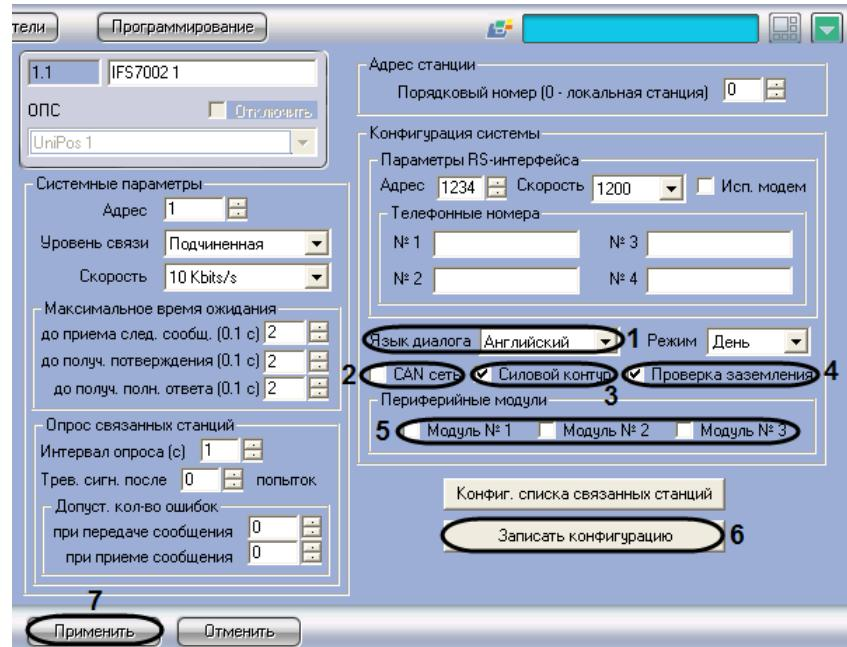

Рис. 3.3-2 Конфигурирование станции IFS7002
1. Перейти на панель настройки объекта **IFS7002** (Рис. 3.3-2).
2. Из раскрывающегося списка **Язык диалога** выбрать требуемый язык интерфейса станции IFS7002 (см. Рис. 3.3-2, 1).
3. Для включения поддержки CAN-интерфейса на станции установить флагок **CAN сеть** (см. Рис. 3.3-2, 2).
4. Для включения силового контура, подключенного к станции, установить флагок **Силовой контур** (см. Рис. 3.3-2, 3).
5. Для включения проверки заземления кабелей, подключенных к станции, установить флагок **Проверка заземления** (см. Рис. 3.3-2, 4).
6. Для включения периферийных модулей, подключенных к станции, установить флагок напротив номера соответствующего модуля (см. Рис. 3.3-2, 5).
7. Для применения настроек на станции нажать кнопку **Записать конфигурацию** (см. Рис. 3.3-2, 6).
- Для сохранения настроек во внутренней базе данных ПК *Интеллект* нажать кнопку **Применить** (см. Рис. 3.3-2, 7).